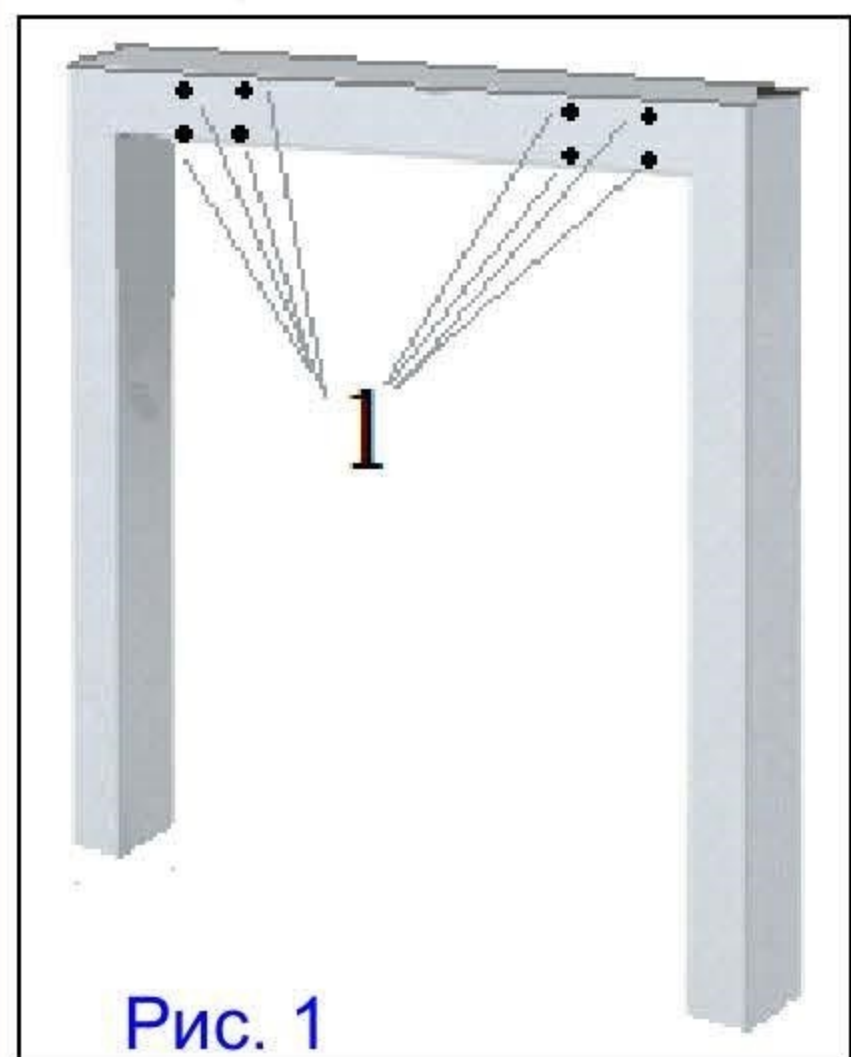

Рис. 1
Вкрутить подпятники (1) в опоры (II) (см. рис.1).
1. Наживить на каждую опору восемь винтов 6x14 (2).
См. рис. 1.